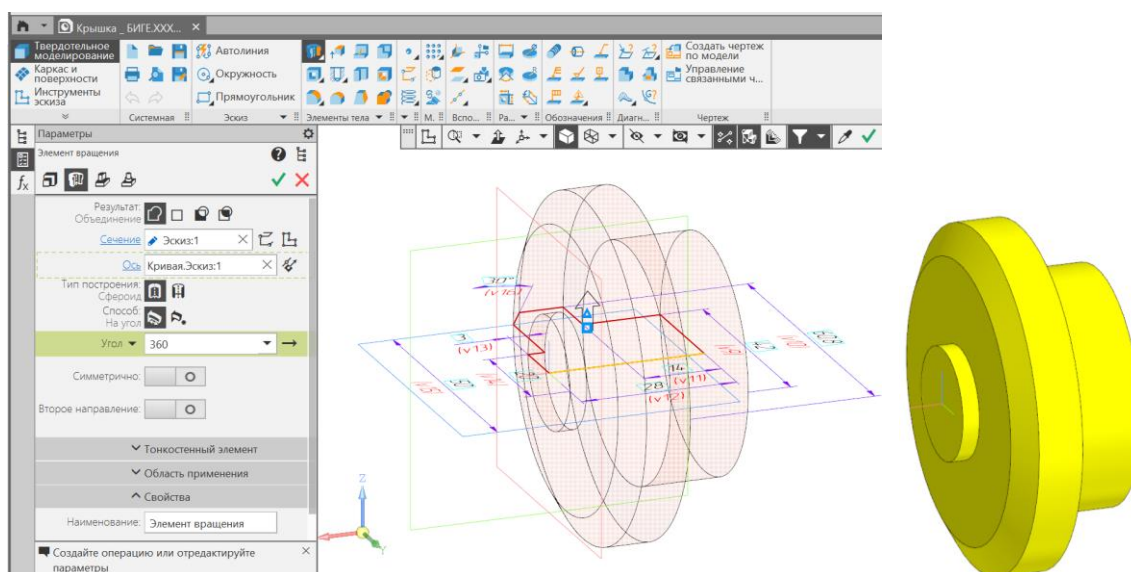

Рис. 3 Команда «Элемент вращения 1»
- **Твердотельное моделирование – Элементы тела – Элемент вращения.** Параметры команды Элемент вращения: результат – Объединение; сечение – Эскиз 1; ось вращения – Эскиз 1; угол поворота – 360° (рис. 3, 4).